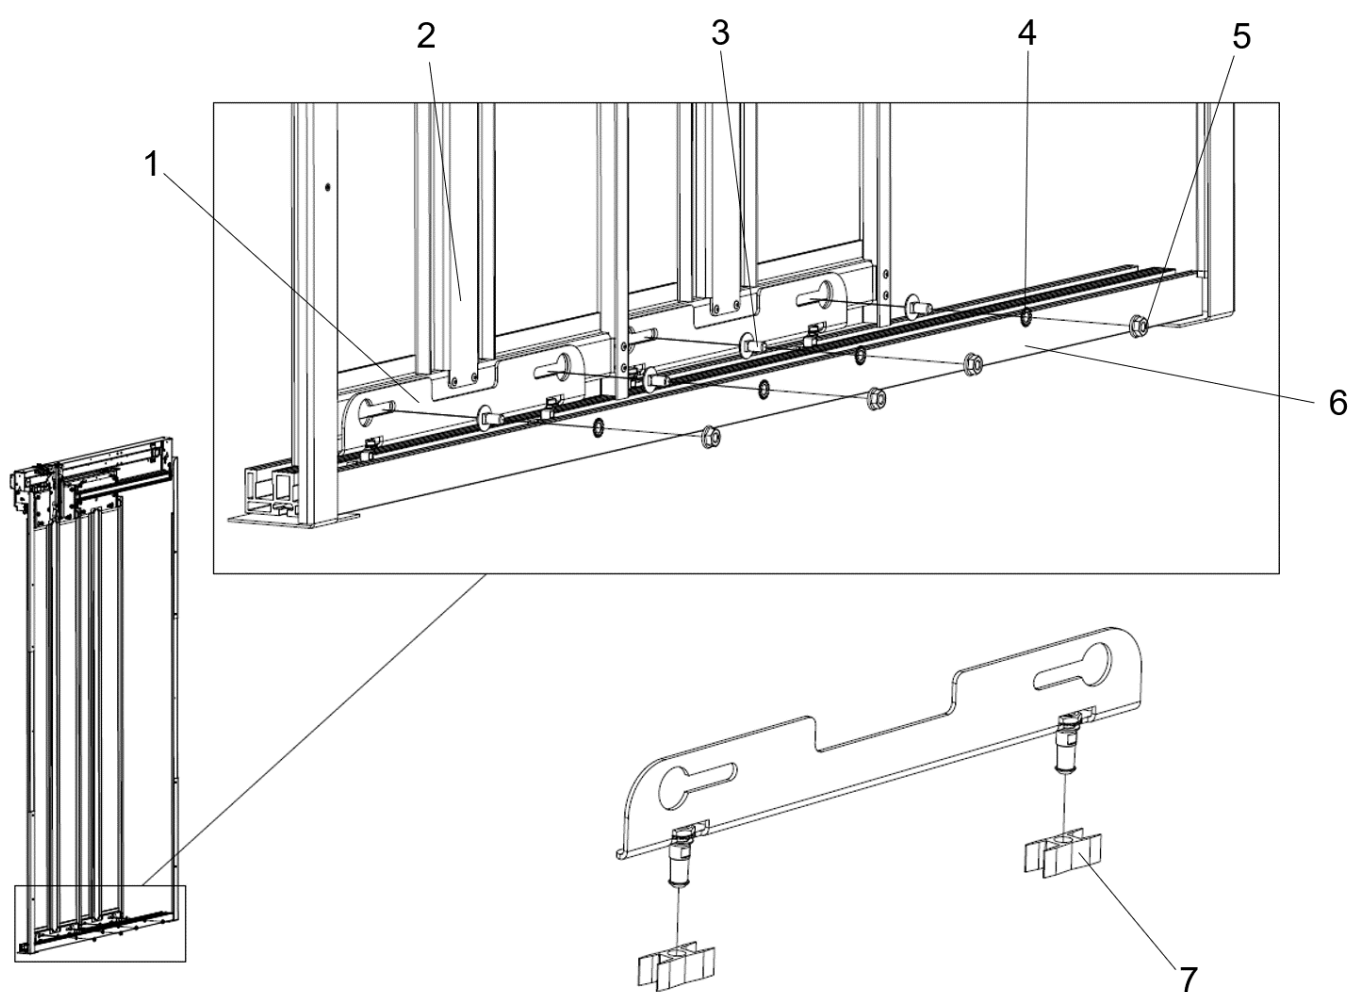

Fig. 50 Udskiftning af glidesko
2. Fjern de møtrikker (5), spændeskiver (4) og bolte (3), som fastgør glideskobeslagene (1) til dørpanelerne (2), se Fig. 50.
3. Løft glideskoene ud af dørtrinnet (6).
4. Træk plastglideskoene (7) af glideskobeslagene og udskift dem med nye.